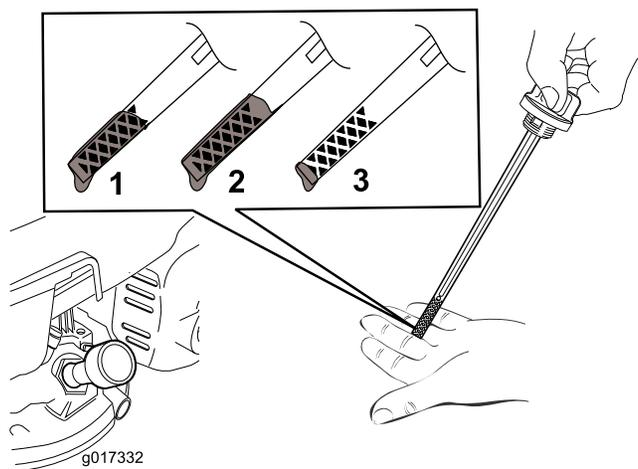

Figure 7
2. Retirez la jauge (Figure 7).
Remarque: Versez de l'huile dans le carter moteur jusqu'à ce que la jauge indique le niveau correct, comme montré à la Figure 7. Si vous remplissez excessivement le carter moteur, vidangez l'excédent d'huile comme expliqué à la section Vidange de l'huile moteur.